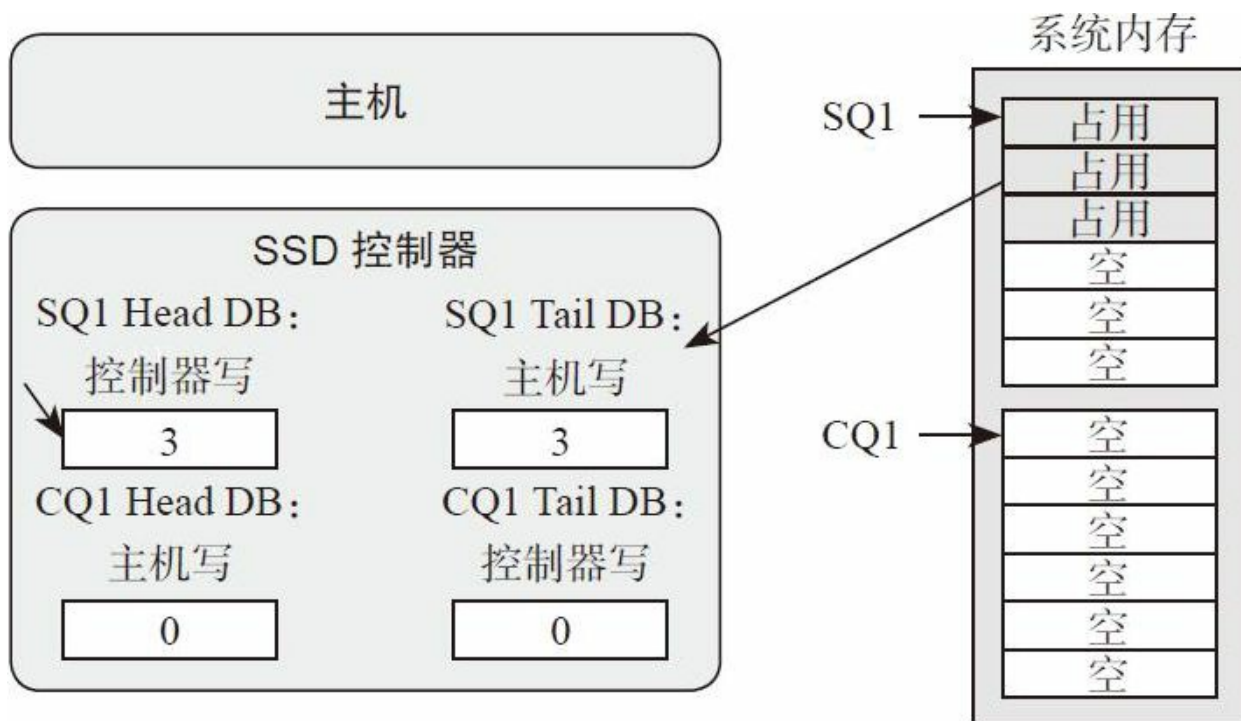

图6-16 SSD取走三个命令
3) SSD控制器收到通知后，于是派人去SQ1把3个命令都取回来执行。SSD把SQ1的三个命令都消费了，SQ1的Head从而也调整为3，SSD控制器会把这个Head值写入本地的SQ1Head DB寄存器，如图6-16所示。